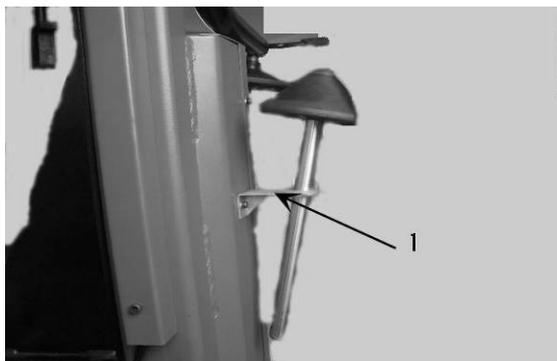

Рис. 37
10. Согласно рис. 37, зафиксируйте опору для конуса на кронштейне корпуса и установите прессующий конус на кронштейне.